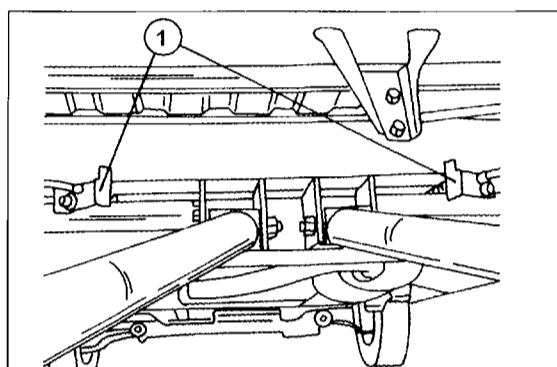
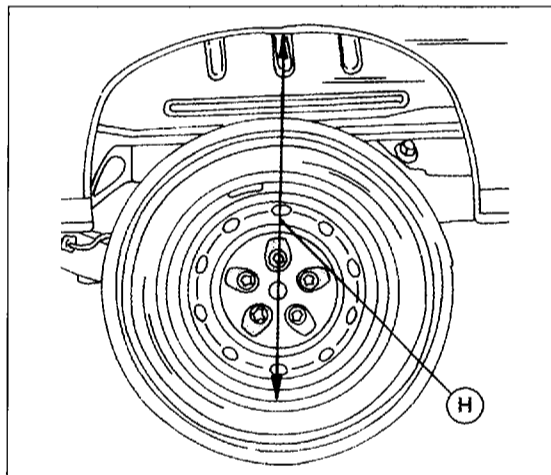

Bild 260
Bild 263
Eingebauter Stoßdämpfer mit Schraubenfederaufhängung. Die beiden Schrauben (1) und (2) werden angezogen, wenn das in Bild 263 gezeigte Maß hergestellt wurde. An der Innenseite der unteren Aufhängung ist eine Abstandshülse untergelegt.
- Einen Wagenheber unter einen der Lenkerarme untersetzen und den Arm anheben, bis der Stoßdämpfer soeben zusammengedrückt wird, d. h. der Lenkerarm befindet sich fast in seiner normalen Einbaulage. Die obere Stoßdämpferschraube (1) in Bild 260 lösen und entfernen. Die untere Schraube (2) kann einstweilen am Lenkerarm verschraubt bleiben oder man baut den Stoßdämpfer vollkommen aus. In diesem Fall einen Abstandsring an der Innenseite abnehmen.
- Das Fahrzeug muss jetzt an der Rückseite belastet werden, um die Stoßdämpfer einwandfrei vorzuspannen. Dabei das in Bild 263 gezeigte Maß auf eine Höhe von 620 mm bringen. In dieser Stellung der Hinterradaufhängung die Stoßdämpferschraube(n) mit 170 Nm (Toleranz 17 Nm) anziehen.
- Einen Rollwagenheber oder hydraulischen Heber unter den Lenkerarm untersetzen und diesen anheben, bis sich der Stoßdämpfer etwas zusammengeschoben hat. Die Schrauben (1) und (2) in Bild 260 entfernen und den Stoßdämpfer herausnehmen. An der Innenseite der unteren Befestigung ist ein Abstandsring eingesetzt, welchen man abnehmen muss. Der Einbau findet in umgekehrter Reihenfolge statt. Über das Anziehen der Stoßdämpferschrauben wurde bereits beim Einbau der Hinterradaufhängung geschrieben (siehe letztes Kapitel), d. h. das Maß „H“ in Bild 263 muss ausgemessen werden, ehe man die Schrauben anzieht.